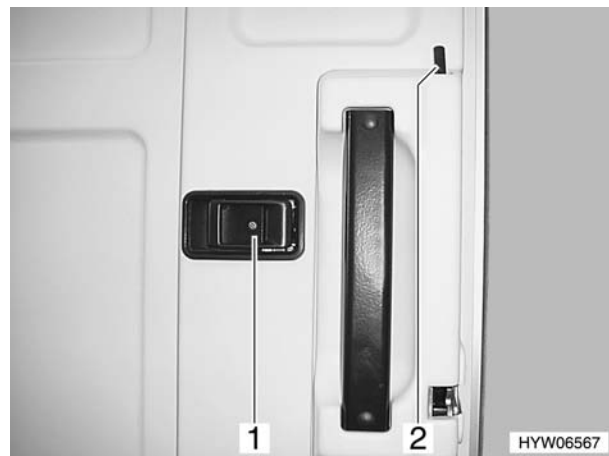

Bild 37 Türschloss Eingangstür, innen
- Am Griff (Bild 37,1) ziehen. Das Türschloss wird entriegelt.
- Sicherungsknopf (Bild 37,2) nach unten drücken.